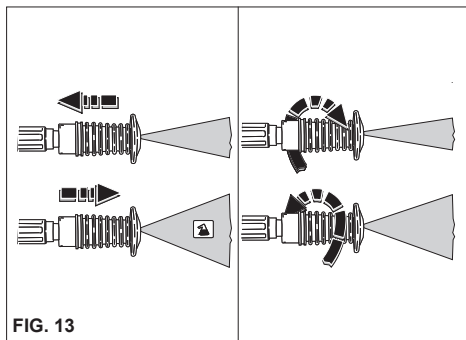

FIG. 13
### USO DELLA TESTINA REGOLABILE (fig. 13)
- Quando l'idropultrice non viene utilizzata chiudere il dispositivo di sicurezza dell'impugnatura (fig. 13).
2) Azionare l'idropultrice, attivare il comando di aspirazione del detergente presente sulla lancia (fig. 13) e cospargere la superficie da lavare agendo dal basso verso l' alto.